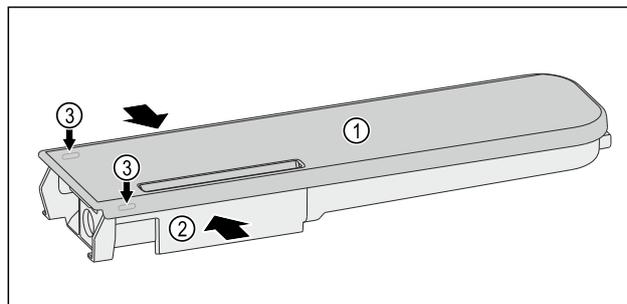

Fig. 134
- ▶ Presser le réservoir d'eau Fig. 134 (2) et faire levier pour lever précautionneusement le couvercle Fig. 134 (1) par les ergots Fig. 134 (3).
- ▶ Faire légèrement bouger le couvercle Fig. 134 (1) de l'avant vers l'arrière puis le retirer par le haut.